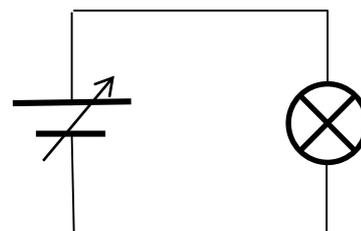

図 1-4 練習用回路
- ⑦ 直流電源装置と豆電球ホルダを図 1-4 の回路図のようにケーブル A を用いて接続する。
- ⑧ 配線に間違いが無いことを確認した後、電源をオンにする。※電源をオンにする前に、電圧設定つまみと電流設定つまみが全て左いっぱいになっていることを確認する。
- ⑨ 電圧表示部を見ながら出力電圧を設定する。なお、電流設定つまみが左いっぱいに戻された状態では、CC（電流制御モード）ランプが赤く点灯し、電圧設定つまみを右に回しても電圧表示は変わらない。**電流設定つまみを右いっぱいに戻し**、赤色の CC ランプが消え、緑色の CV（電圧制御モード）ランプが点いた状態で電圧を設定する。この状態では電圧を設定すると抵抗に応じた電流が流れる。
- ⑩ ここで使用する豆電球は課題 1 と共通で定格 12 V, 0.11 A のものである。課題 2 では定格 3.8 V, 0.3 A の豆電球を使用する。どちらにおいても定格を超えた電圧をかけないように注意すること。
- ⑪ 電圧設定つまみをゆっくり右に回して電圧を 6 V 程度に設定し、豆電球が光ることを確認する。
- ⑫ 電圧設定つまみを右に回した場合に電圧があまり上がらず大きな電流が流れて再び赤い CC ランプが点灯した場合、短絡などにより電流が電源装置の定格まで流れている可能性がある。一旦実験をやめて、豆電球の種類や回路をチェックすること。